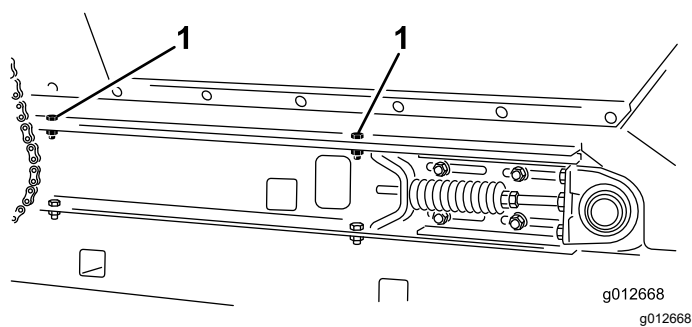

Figura 37
4. Su ciascun lato della macchina, fissate la tramoggia alle guide del telaio scorrevole (**Figura 37**) con le 2 viti a testa cilindrica, le 2 rondelle e i 2 dadi di bloccaggio che avete rimosso in **Smontaggio del pianale scorrevole (pagina 23)**.